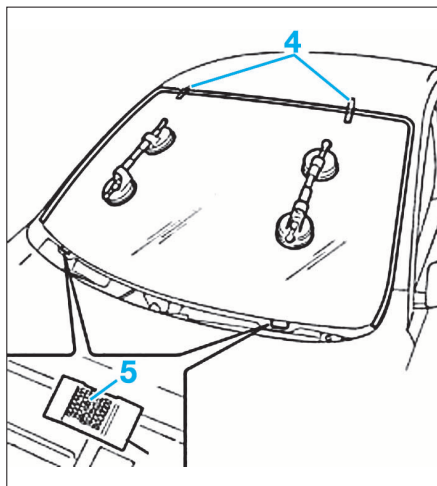

FIG. 116
- Ajuster les tampons (5) (Fig.116).